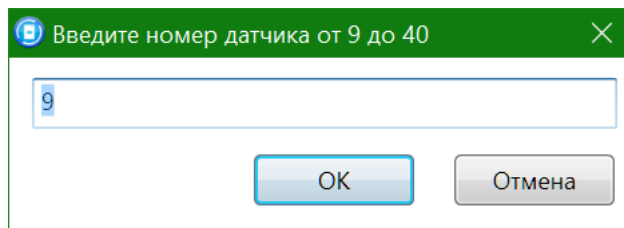

Рис. 5.33. Ввод номера радиоустройства
- В открывшемся окне укажите номер радиоустройства из числа еще не занятых в нумерации шлейфов и радиоустройств (в указанном диапазоне) и нажмите кнопку *ОК* (Рис. 5.33).